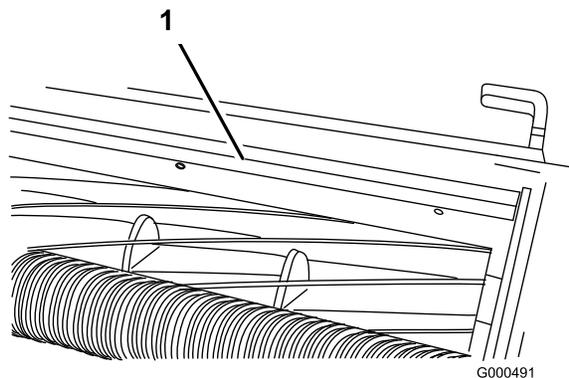

図 63
1. バー（図 63）をカッティングユニットに固定しているネジをゆるめる。